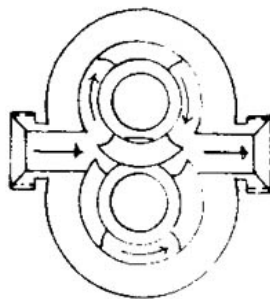

Figura 13
G. Bombas de pistón circunferencial (Figura 13)